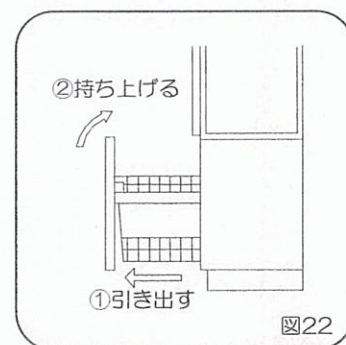

図22
1) 下台キャビネットのスライドバスケットを扉ごと取りはずしてください。（図22）